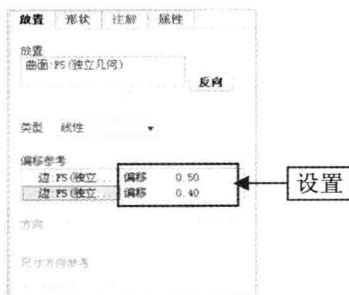

图 6-6 设置参数 1
Step 04 按住【Ctrl】键的同时，依次选择模型中的边，并设置其偏移值为 0.5、0.4，如图 6-6 所示。